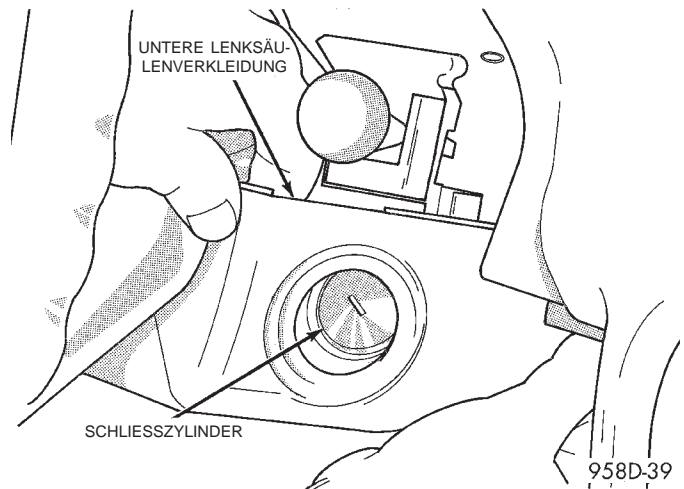

Abb. 59 Untere Lenksäulenverkleidung vom Schließzylinder abziehen
(8) Untere Lenksäulenverkleidung abziehen, so daß der Schließzylinder freiliegt (Abb. 59).